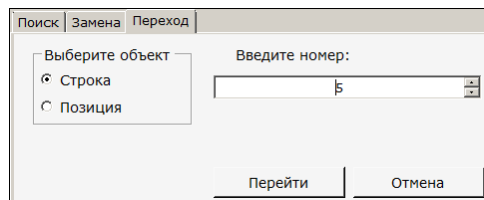

Рисунок 31 – Диалог поиска (вкладка «Переход»)
- F6 – вызов диалога поиска с активной вкладкой «Переход» (Рисунок 31).
- F5 – выбор условия перехода на строку УП – по её номеру либо позиции в файле (Рисунок 31).